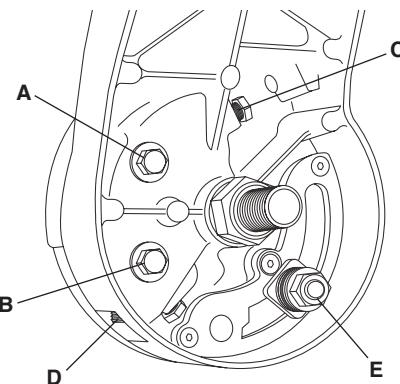

Figura 6. Calibración de la hoja a 0 grados (en ángulo recto con la mesa)
- Afloje las cabezas de perno "A" y "B" con la llave de tuercas de boca abierta de 10 mm al menos una vuelta completa (Figura 6).
- Coloque la broca de la llave Allen de 4 mm en la herramienta universal y afloje el tornillo de ajuste "D" al menos 3 vueltas completas (Figura 6).